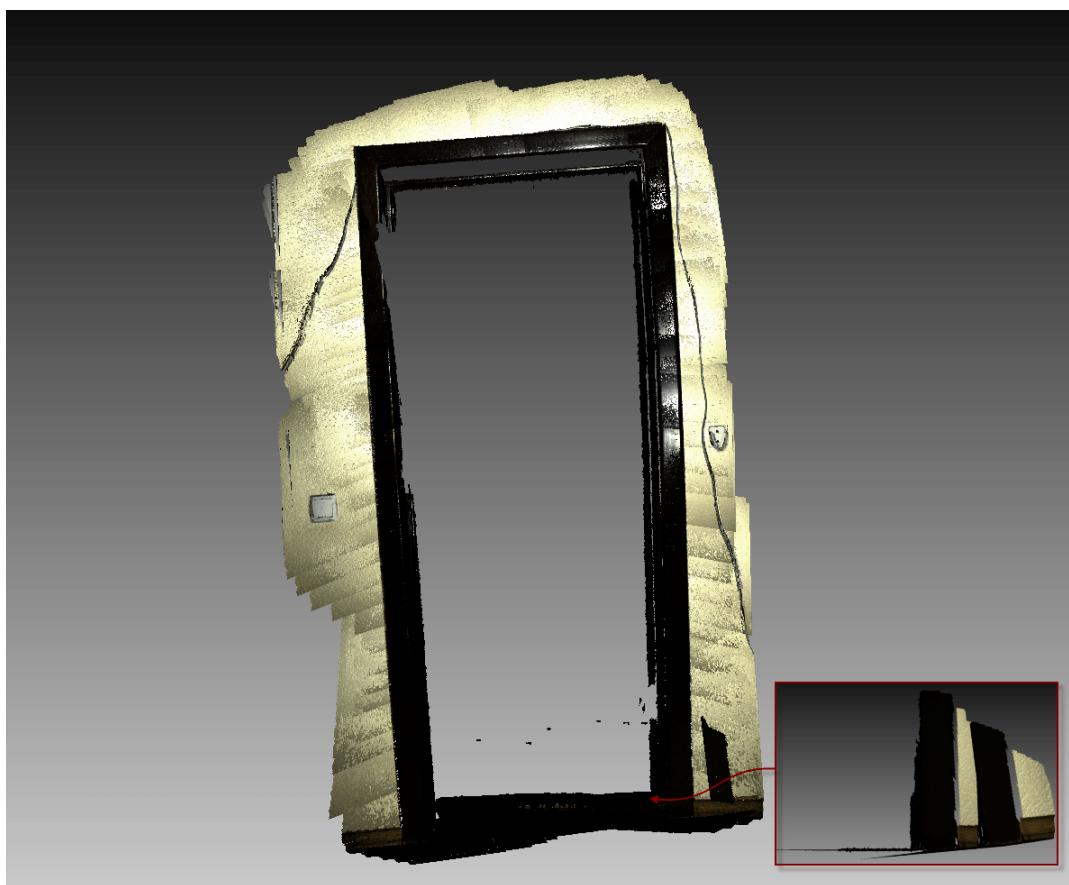
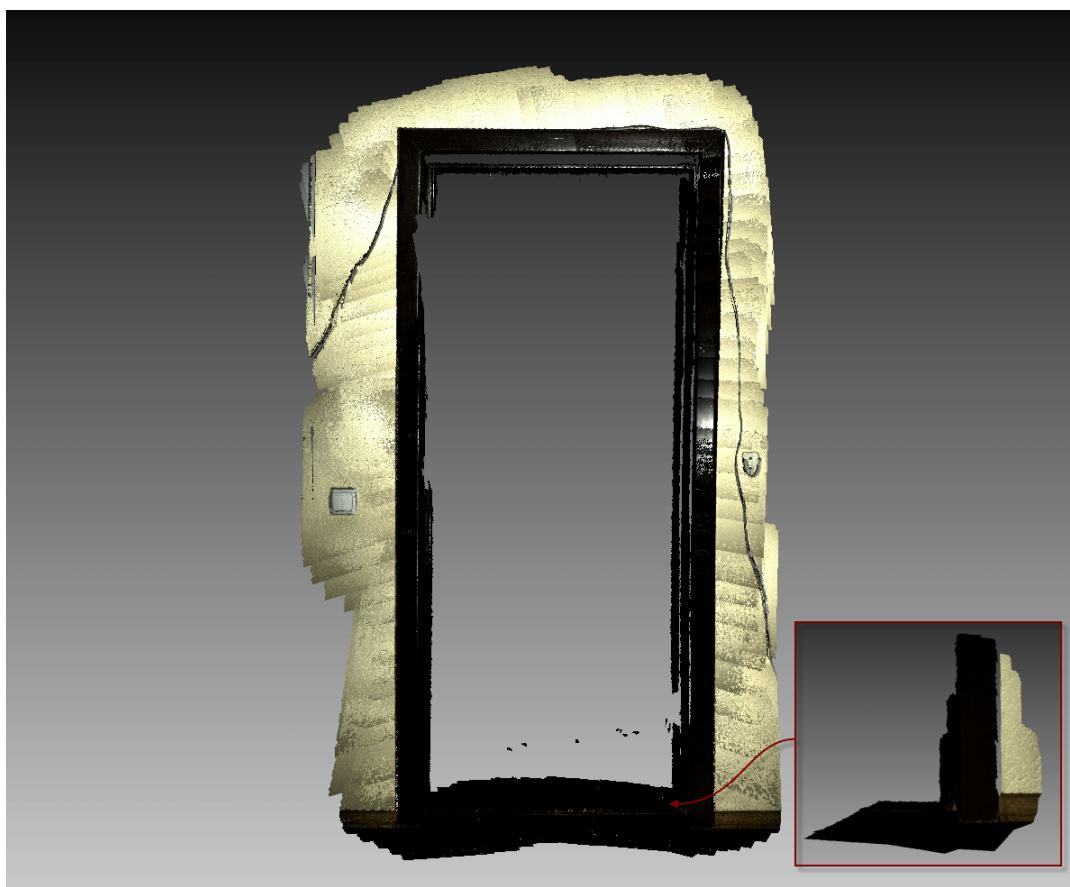

Рис. 8.14: Результаты последовательной регистрации
Рис. 8.15: Результаты замыкания траекторий
**loop\_closure** прогрессивный алгоритм, регистрирующий любые кадры, не обязательно снятые последовательно. Используя различные общие участки на этих кадрах, алгоритм компенсирует ошибку накопления (см. Рис. 8.15), вызванную спецификой движений ручного 3D-сканера. Настоятельно рекомендуется включать этот алгоритм при сканировании замкнутых траекторий. Особенno полезен он в режиме *Geometry\_and\_Texture*.
улучшает взаимное положение кадров (см. Рис. 8.14), но по-прежнему присутствуют ошибки совмещения. Алгоритм замыкания траекторий полностью устранил эти ошибки (см. Рис. 8.15).